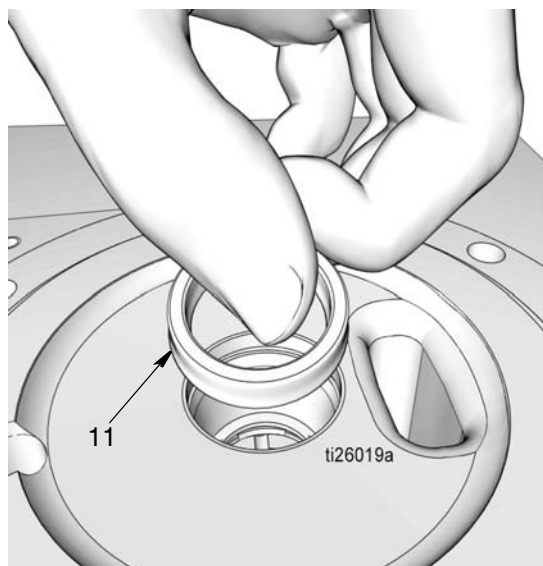

FIG. 32
- d. Monter le joint (11). S'assurer que les lèvres du joint sont orientées vers le bas comme indiqué à la FIG. 32.